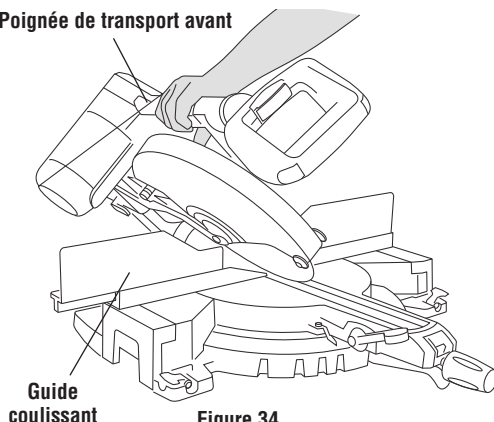

Figure 34.
- Déployez le guide coulissant gauche pour faire de la place pour l'ensemble de la scie et bloquez-le (Figure 34).
- Soulevez le levier de blocage de l'inclinaison pour libérer le blocage de l'inclinaison (Figure 34).
- Saisissez la poignée de transport avant de la main droite et inclinez la tête de la scie pour l'amener à l'angle désiré. (Fig. 34)
- Déployez le guide coulissant droit pour faire de la place pour l'ensemble de la scie et bloquez-le (Figure 34).
- En vous tenant debout à droite de la scie, saisissez la poignée de transport avant de la main droite et inclinez la tête de la scie légèrement vers la gauche tout en tournant le bouton de sélection de la plage d'inclinaison de la main gauche pour le mettre à la position '0°- 45° à droite' (Figure 34).
- Déplacez le guide coulissant gauche ou droit pour faire de la place pour l'ensemble de la scie et bloquez-le (Figure 34).
bouton de sélection de la plage d'inclinaison de la main gauche pour le mettre à la position 'plage maxi' (Figure 34).